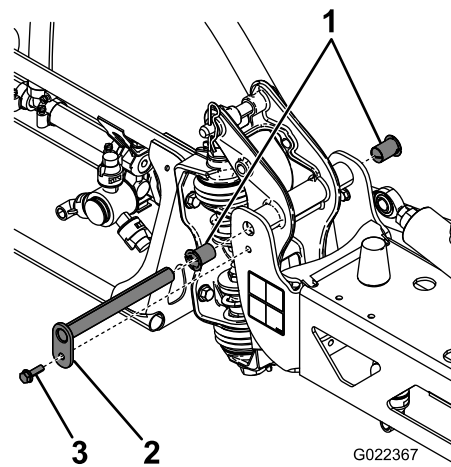

Figura 57
3. Con el peso del brazo apoyado, retire el perno y la tuerca que fijan el pasador de giro al conjunto del brazo (Figura 57).
6. Retire los casquillos de nailon desde delante y desde detrás del soporte pivote e inspecciónelos (Figura 57).
8. Instale el conjunto de brazo y soporte del pivote en el bastidor central, alineando los orificios (Figura 57).